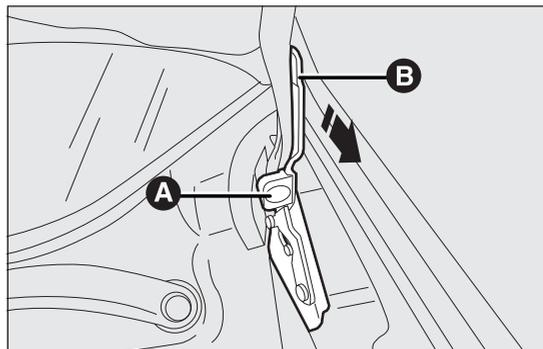

fig. 86
- sollevare il cofano con una mano e con l'altra tirare verso di sé il dispositivo A fig. 86 e successivamente abbassare la leva B;